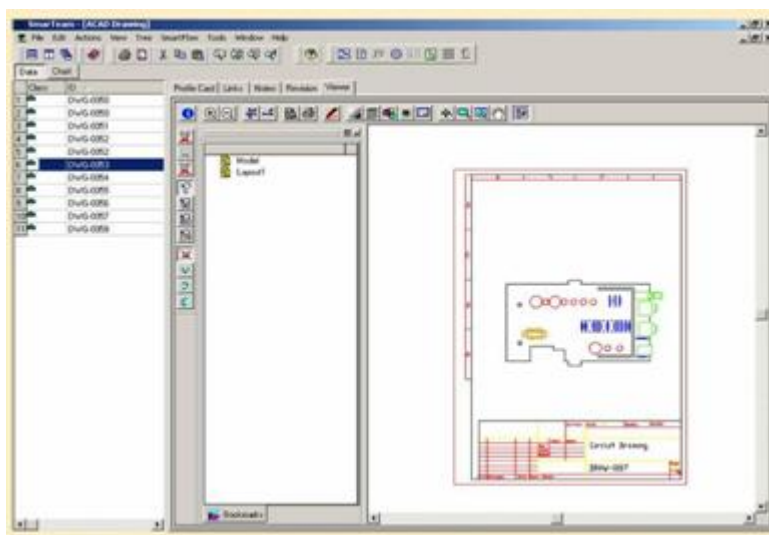

Рис.17.1. Просмотр 2D графики.
*Вы познакомитесь с увеличением и просмотром 2D графики (рис.17.1).*